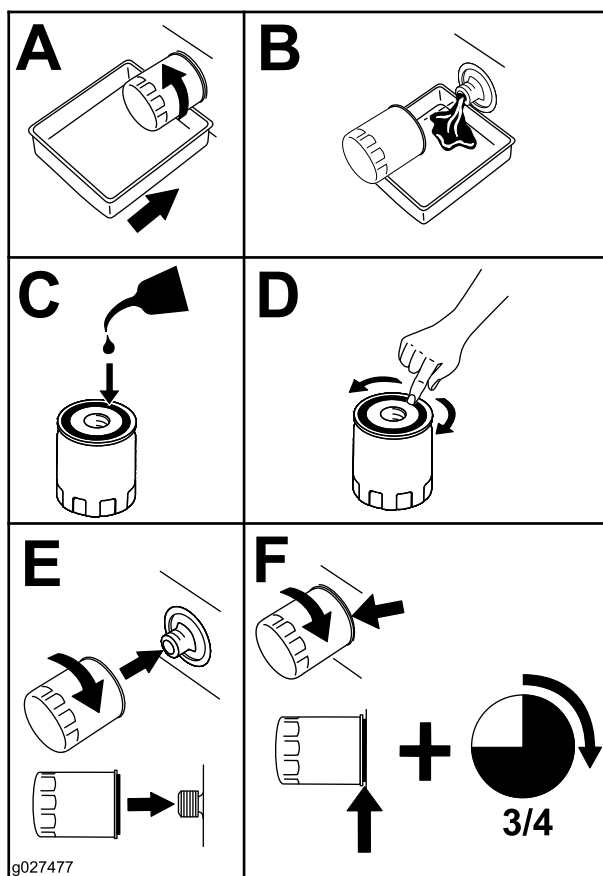

Bild 33
2. Wechseln Sie den Motorölfilter (Bild 33).